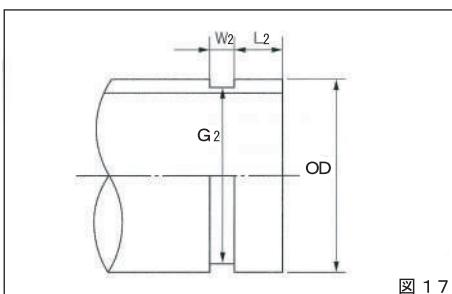

図 17
- 切られる溝切り径(図17のG2寸法)の太さはパイプサイズをダイヘッドのサイズ目盛りに合わせる時、切ろうとするサイズ目盛りを基準に0目盛りを上下に動かしますと、調節が自由にできます。(図14)
- 管の溝加工は下表の寸法を参考にしてください(図17)